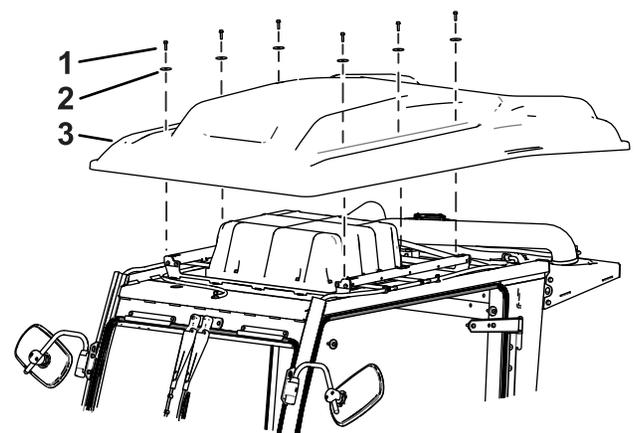

Figura 1
3. Retire o teto da cabina como se mostra na Figura 1.